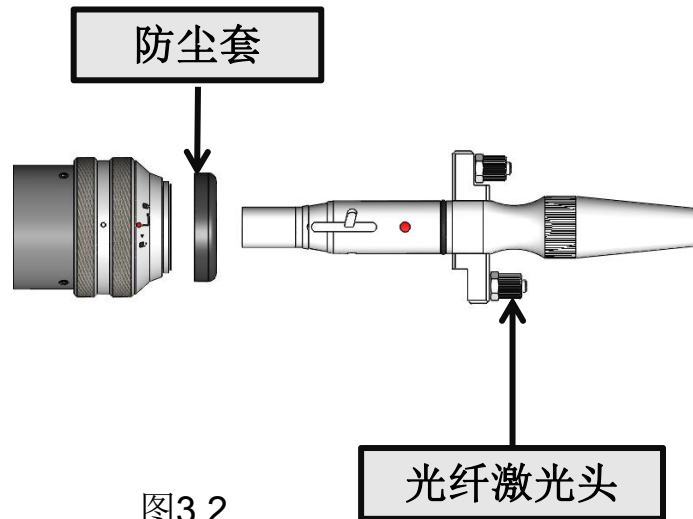

图3.2
- ① 将切割头水平放置，取下头子上的白色帽子与静电贴，取出防尘密封塞和防尘套，如下图3.2所示。